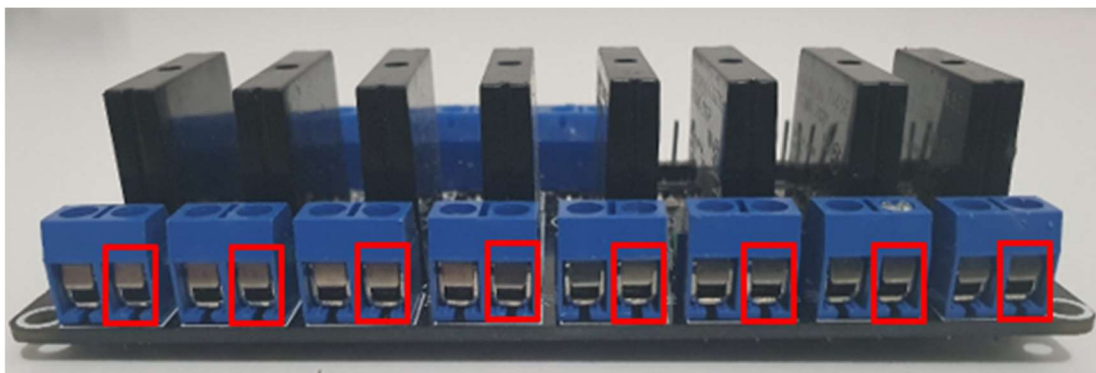

Figura 29 – Ligadores a Forçar
1. Para a montagem das placas de *shunt*, é necessário que, com o auxílio de uma pequena chave de fendas, force a abertura de um ligador de cada saída da placa de relés, de forma a ter o espaço suficiente para encaixar as placas. Na Figura 29 estão demonstrados os ligadores que têm a necessidade de serem forçados.